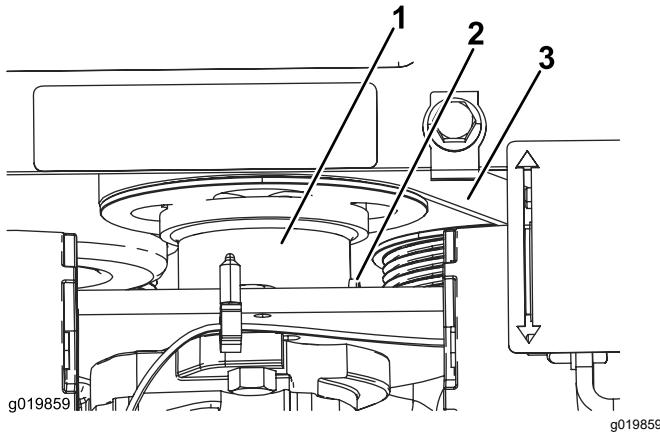

Figura 52
5. Allentate la vite di fermo sull'accoppiatore della trasmissione della pompa a ingranaggi (Figura 52).